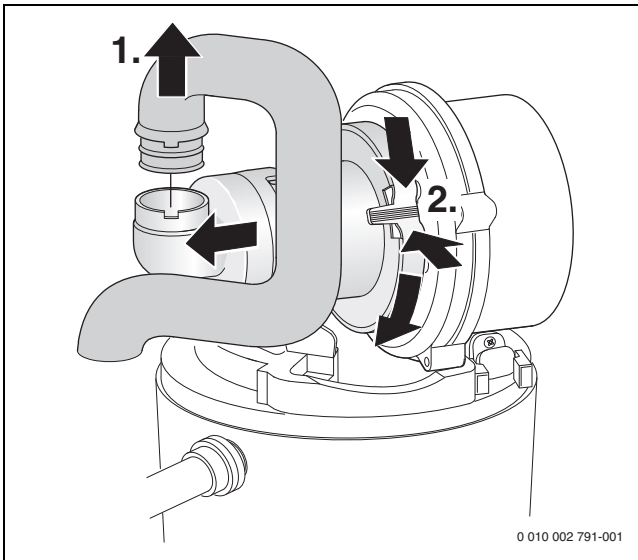

Bild 61 Saugrohr und Mischeinrichtung ausbauen
- ▶ Mischeinrichtung ausbauen (→ Bild 61).